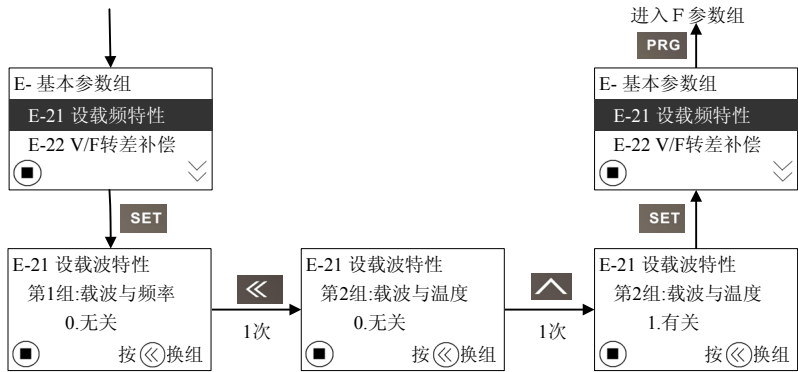

图 4-10：组操作界面流程
(3) 组操作界面流程：以功能代码 E-21 下载频特性为例来介绍，设置选择第 2 组 中的“1. 与输出温度有关”，具体操作如图 4-10 所示。